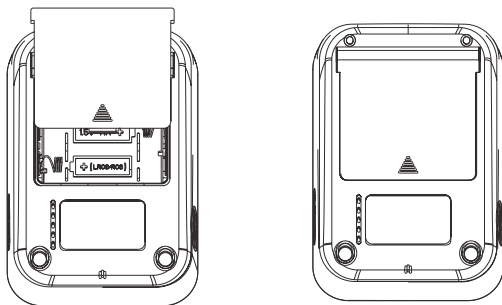

Figura-04
- Premere il gancio sul fondo del coperchio dello slot batterie e sollevare il coperchio seguendo la direzione indicata dalla freccia (Figura-04).